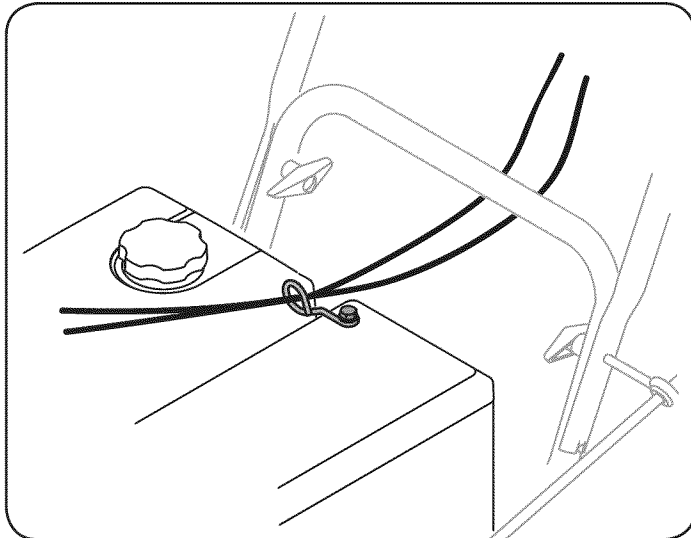

Figura 6
6. Compruebe que los cables estén correctamente tolva a través de la guía de cable en la parte superior del motor sudario. Véase la figura 6.